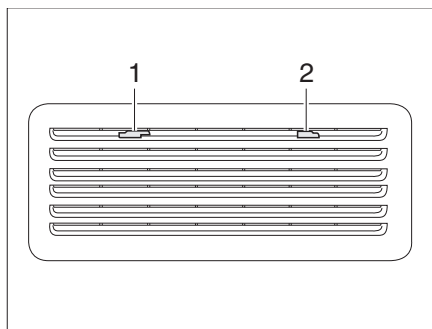

Fig. 349 Griglia di aerazione del frigorifero (Thetford)
- Spingere verso il centro l'arresto (Fig. 349,1).